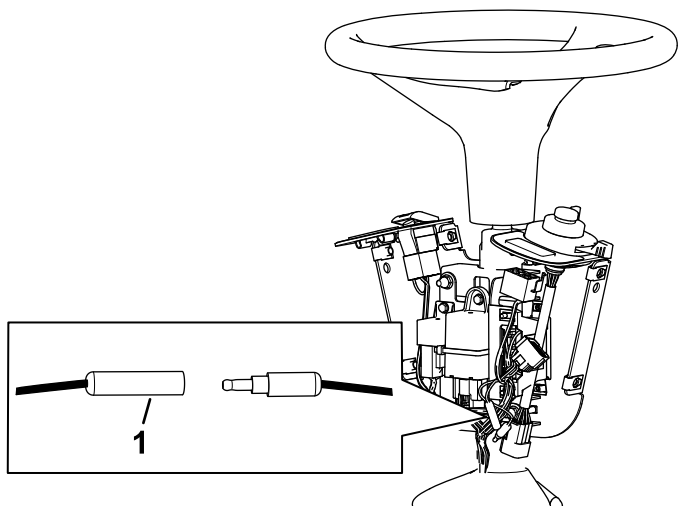

Figure 10
11. Laissez les connecteurs cylindriques débranchés, comme montré à la Figure 10.